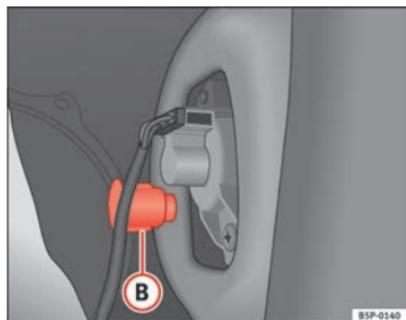

Fig. 197 Luci di posizione/arresto
- Svitare la parte in plastica ⇒ fig. 197 **B** che fissa l'indicatore. Per iniziare a girare, eventualmente aiutarsi inserendo il cacciavite nella parte.